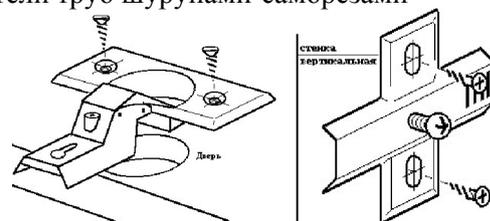

Рис. 5 - Схема установки петель.
**4. Крепление петель.** Прикрепить петли на двери (14,15) и платы на бруски вертикальные (12,13) изнутри шкафа (Рис.5) шурупами-саморезами 4x16мм. Навесить двери, закрепив петли на платах. Отрегулировать крепление дверей по зазорам. Закрепить ручки на двери шурупами-саморезами 4x35мм.
**5.** Внутри шкафа в отверстия для полок  $\varnothing 5$ мм вставьте полкодержатели и установите полки. Установить полкодержатели с силиконовыми наконечниками в крышку (1) и щит гориз. нижний (2) (для стопора дверей).
**6.** Установить в стенку вертикальную (3) и перегородку (5) держатели труб шурупами-саморезами 3,5x16мм, в держатели - трубу овальную.